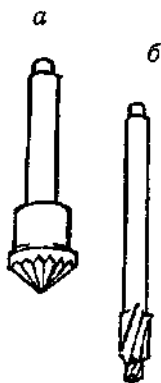

Рис. 51. Зенковки: а — коническая, б — цилиндрическая.
**Зенкование.** При сверлении отверстий на их острых кромках образуются заусенцы, которые можно удалить либо сверлом меньшего диаметра, либо специальной конической зенковкой (рис. 51, а). Зенковка — это многолезвийный режущий инструмент, служащий для обработки ранее полученных отверстий с целью повышения их качества и точности. В частности, коническую зенковку применяют также для получения конических углублений под потайголовки винтов и заклепок. Торцевой цилиндрической зенковкой (рис. 51, б) делают цилиндрические углубления под соответствующие головки винтов, болтов и под гайки.